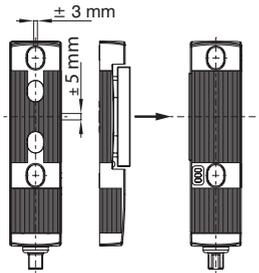

Fig. 1: Desplazamiento lateral máximo permitido y sentido de actuación de la fuerza de cierre
- El cierre de seguridad debe utilizarse en el sentido de actuación de la fuerza de cierre (véase fig. 1).